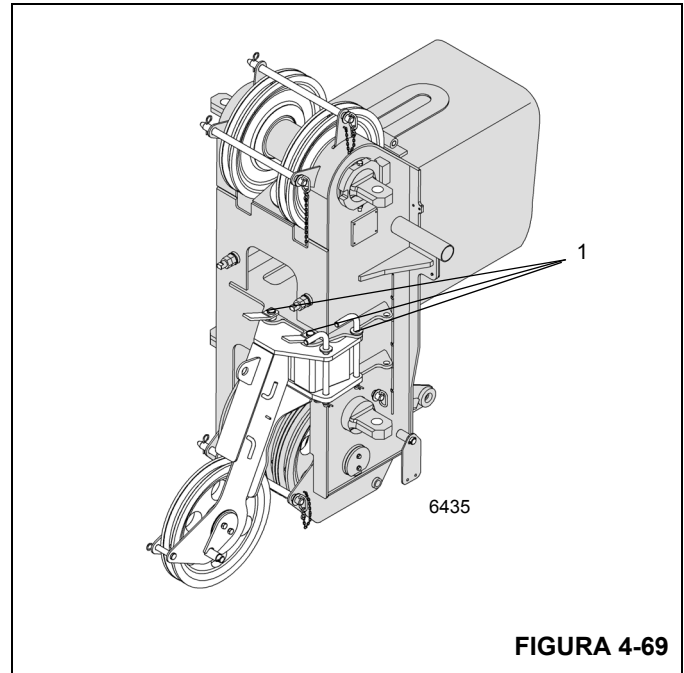

FIGURA 4-69
Na posição de trabalho, a extremidade da lança auxiliar de polia única é posicionada na frente da cabeça da lança principal e fixada com três pinos (1) Figura 4-69.